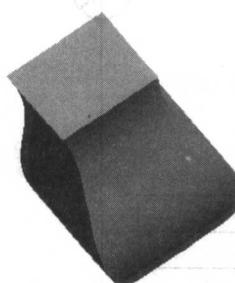

图 1-30
- (3) 单击【扫描为实体】按钮 ，然后单击 按钮确认，得到如图 1-30 所示的扫描实体。